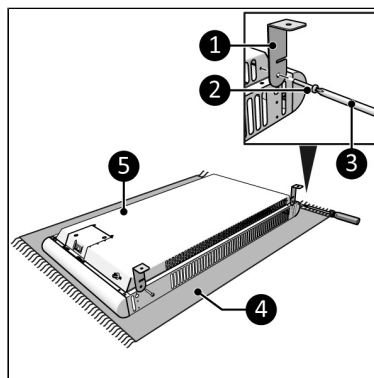

Figure 11.
7. Posez l'appareil sur une surface douce et stable (Figure 11, pos. 3).
8. Vissez et serrez deux supports (Figure 11, pos. 1) des deux côtés du corps principal (Figure 11, pos. 5) avec une petite vis (Figure 11, pos. 2) à l'aide d'un tournevis Phillips (Figure 11, pos. 3).